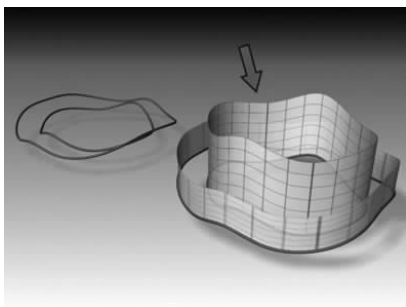

图 5-73 创建挤出曲面 ▲
-  (创建挤出曲面): 将曲线挤出为曲面对象, 如图 5-73 所示。